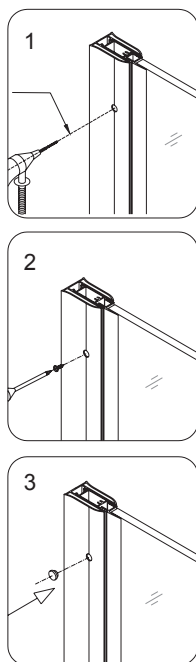

Рис. 9
12. Повторите пункт 11 для профиля для стекла (4) и настенного профиля (5). См. рис. 9 для более подробной информации.